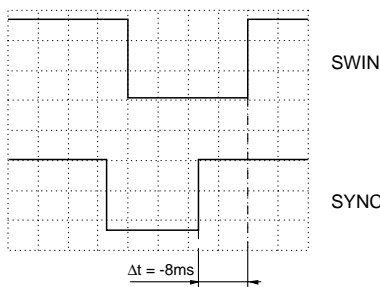

Fig. 23
- Mit den Tasten "+" / "-" den Zeitabstand zwischen dem Kopfschaltimpuls und der steigenden Flanke des SYNC-Impulses auf $\Delta t = -8\text{ms}$ (Fig. 23) einstellen.
- Using the "+" / "-" buttons set the time interval between the head pulse and the rising edge of the SYNC pulse to $\Delta t = -8\text{ms}$ (Fig. 23).